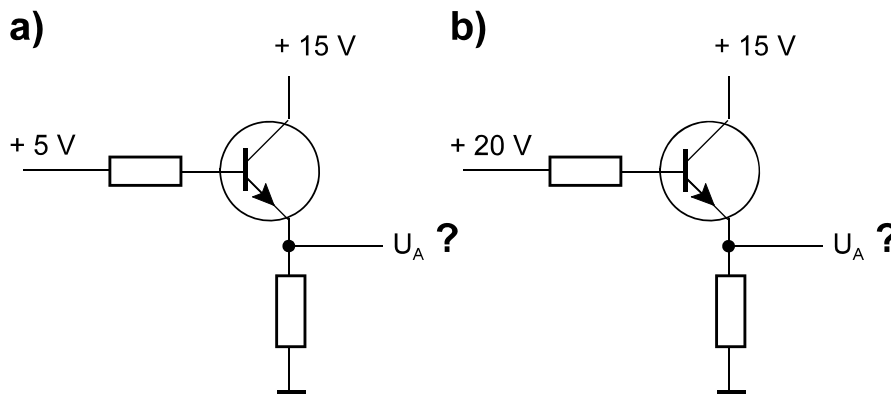

Abb. 1
1. Abb. 1 zeigt eine Kollektorschaltung. Der Transistor ist ein Kleinleistungstyp, wie er auch im Praktikum eingesetzt wurde. Welche Ausgangsspannung ergibt sich näherungsweise in beiden Betriebsfällen a), b)? (Bitte kurz begründen.)
2. Wir bleiben bei Abb. 1. In welchem der beiden Betriebsfälle a), b) sind – bei Ansteuerung mit entsprechenden Impulsen – die Schaltverzögerungszeiten länger? (Bitte kurz begründen.)